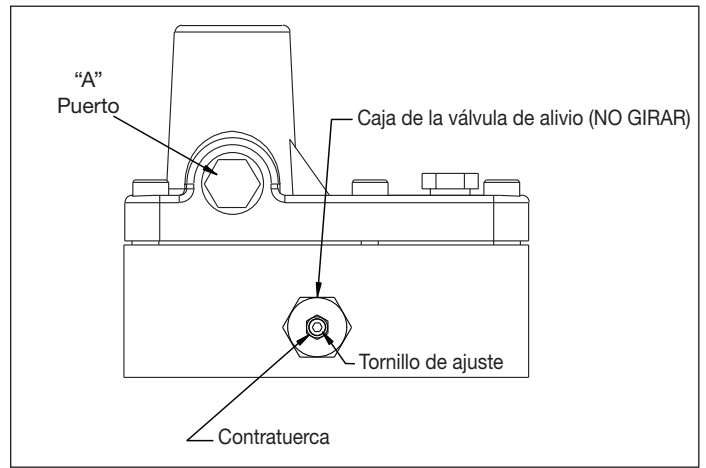

Figura 13, Válvula de alivio - VM22
1. Monte un manómetro de 0-15,000 psi [0-1000 bar] en el puerto "A" (véase Figura 13).